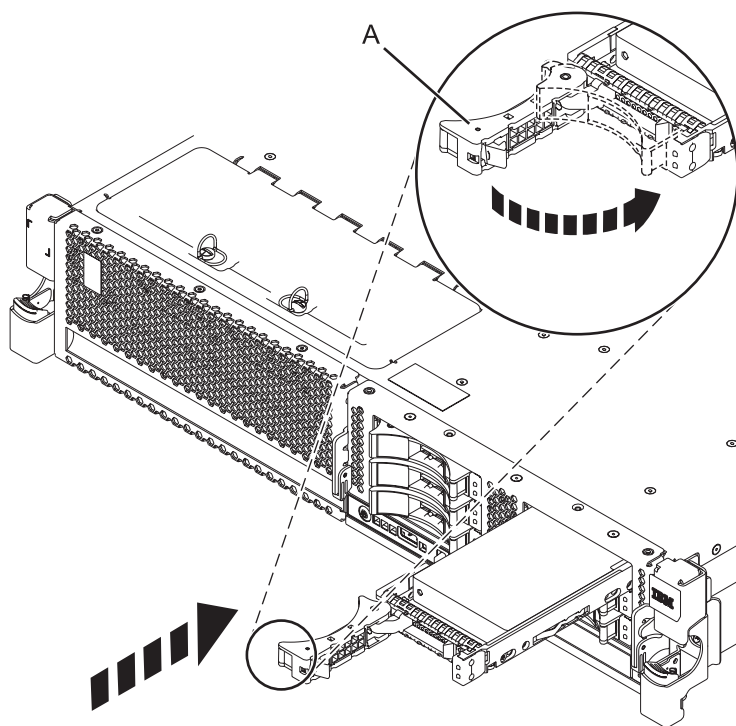

Figura 19. Instal·lació d'una unitat de disc al sistema
5. Quan el LED d'identificació parpellegi, moveu la unitat fins al fons del sistema i pressioneu la nansa de la unitat (A) fins que quedi bloquejada, tal com es mostra a la Figura 19 a la pàgina 30.